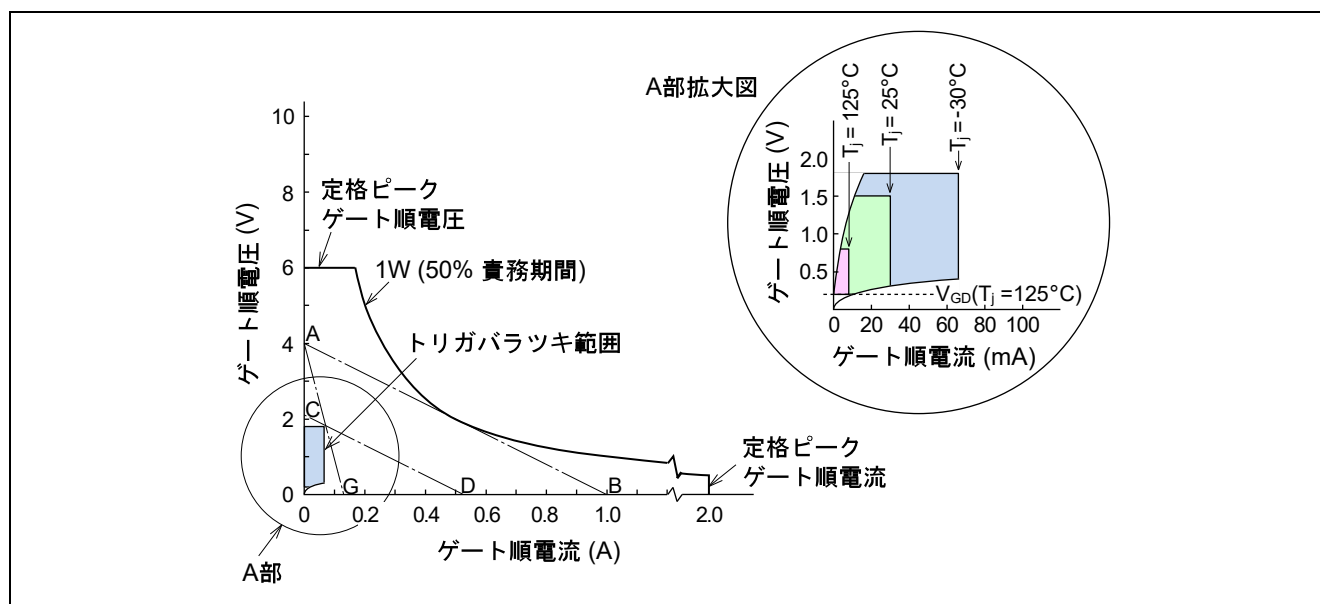
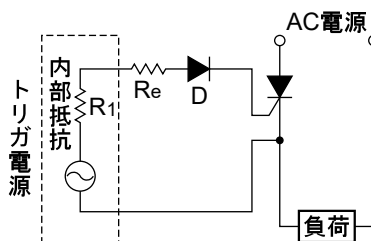
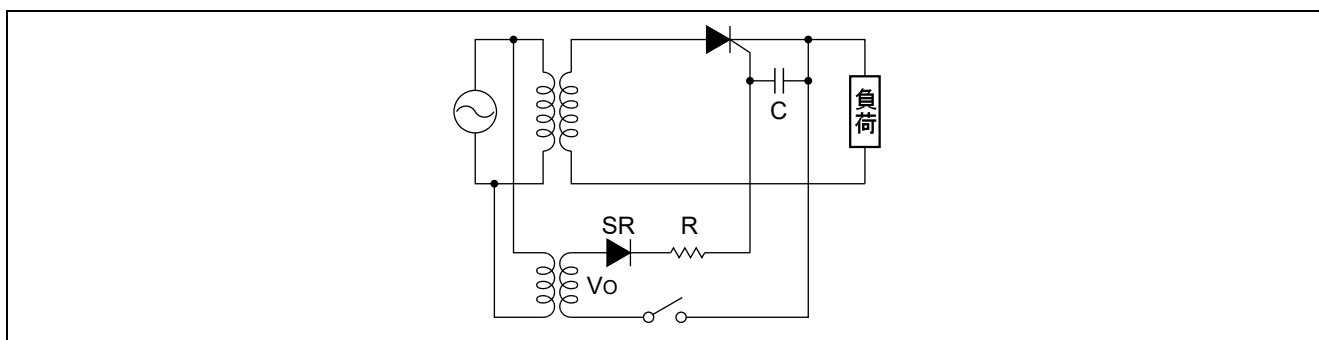

図 6 ゲート負荷直線図
図7 基本トリガ回路図
図9 トリガ回路結線例
この回路定数を決めるために図 6 のような, 横軸にゲート順電流を, 縦軸にゲート順電圧をとったグラフを用い, そのグラフの中に素子のトリガ特性範囲及びゲート責務期間に対する許容ゲート損失の双曲線カーブを書き込みます。
このグラフの斜線をほどこした範囲の上部及び右側では, 素子は必ずトリガします。その境界線は, 使用温度範囲 (最低接合温度) における最大のゲートトリガ電流, ゲートトリガ電圧です。一方, 斜線をほどこした範囲の上部及び左側では, 素子がトリガしない範囲であって, その境界線は, 使用温度範囲 (最高接合温度) における最小のゲート非トリガ電流・電圧です。図 6 は, サイリスタ CR25RM-12D のグラフ (ただし, データシートには両対数目盛で記載しております) で, その最大ゲートトリガ電流は 30 mA ($T_j = 25^\circ\text{C}$), 最大ゲートトリガ電圧は 1.5V ($T_j = 25^\circ\text{C}$), 最小ゲート非トリガ電圧は 0.2 V ($T_j = 125^\circ\text{C}$) です。
次にトリガ回路ですが, ゲート回路を図 7 のような定電圧電源に, 電流制限抵抗, 及びゲートが直列にはいった回路とみなします。トリガ回路の主要設計は電源電圧値及び電源内部抵抗と電流制限抵抗の値を決めることになりますが, これを決めるために図 6 の縦軸に出力端開放時のトリガ電源電圧値を, 横軸に出力端短絡時の短絡電流値をとってこれを結びます。この直線をゲート負荷直線と呼んでいますが, ゲート入力抵抗がいかにばらついてもゲートに印加される電圧と流れる電流は, このゲート負荷直線上の組合せになっています。ですから, このゲート負荷直線が斜線部を横切らず, さらに定格ゲート損失曲線以下にあれば全部の素子が確実に, かつ安全にトリガするわけです。もし斜線部を横切っておれば, 一部の素子ではトリガしない場合があることを示し, 定格ゲート損失曲線を横切っていれば, 一部の素子では定格値以上の電力がゲートで消費されていることを示しております。
図9のような主回路電圧と同期したサイリスタ CR25RM-12D のトリガ回路を設計する例を説明します。トリガ電源の負のサイクルはシリコン・ダイオード (SR) で阻止させます。なお、このダイオードはゲルマニウム・ダイオードではなく、シリコン・ダイオードですから立上がり電圧が 0.7 V もあり、誤動作防止に役立ちます。トリガ電源電圧はシリコン・ダイオード (SR) で半波に整流されましたので、ゲートの責務期間は 50% となります。図6のゲート負荷直線図に責務期間 50% 時の許容電力損失曲線を書き込みます。サイリスタ CR25RM-12D ではゲート平均入力 が 0.5 W ですから、責務期間 50% では 1 W のラインとなります。